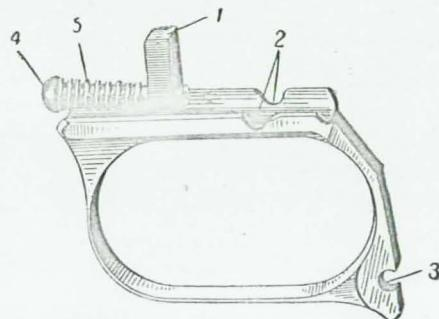

Рис. 25. Спусковая скоба:
**26. Спусковая скоба** (рис. 25) служит для предохранения от случайного нажатия на спусковой крючок. Она сделана отъемной и отделяется от